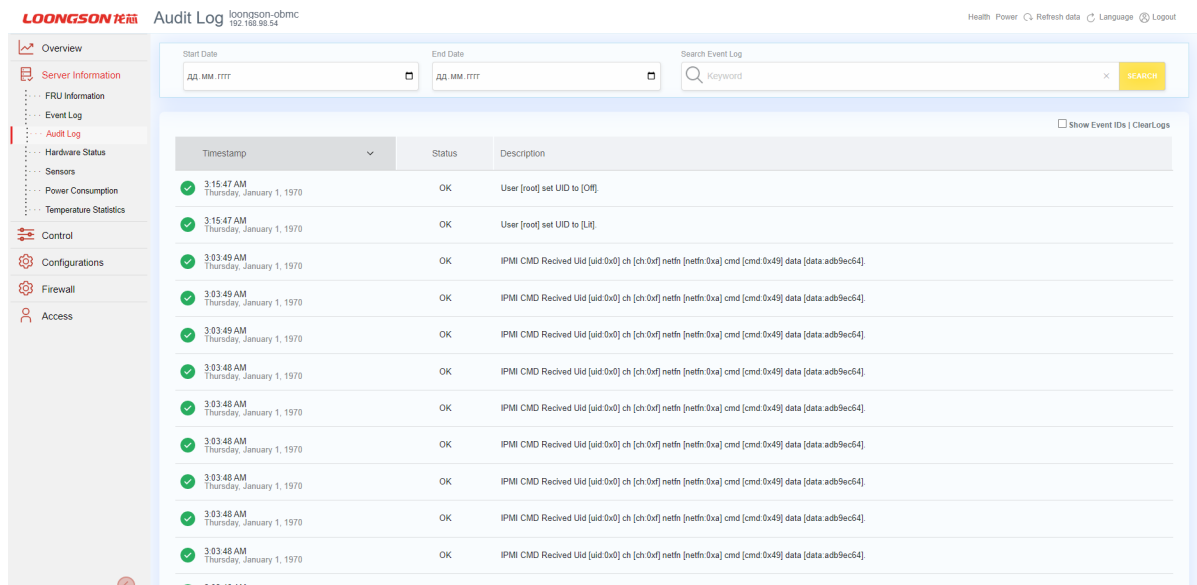

Рис. 67. Окно «Audit Log»
- 4) Пройдите во вкладку «Server Information» → «Audit Log» в данной вкладке отображается информация о входе в систему, чтобы пользователи могли отслеживать доступ к BMC WebUI. В поле «Start Date» произведите фильтрацию по дате начала события, в поле «End Date» произведите фильтрацию по дате окончания события. В поле «Search Event Log» произведите поиск в журнале событий. Окно показано на рис. 67 Окно «Audit Log»